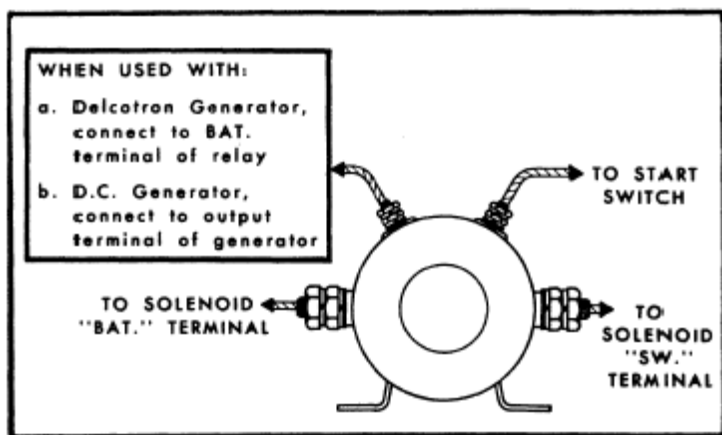

Figure 1
1. Faites les connexions à l'interrupteur magnétique (relais) tel comme on montre dans la Figure 1. N'utilisez pas le petit câble de terre.